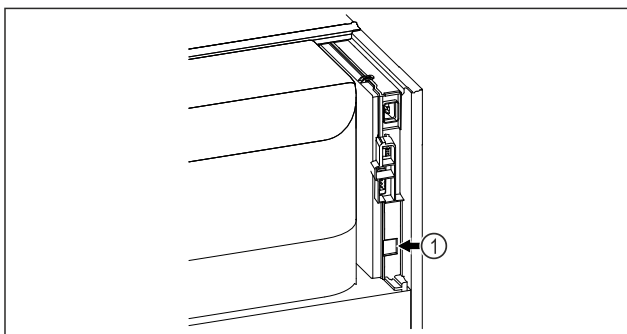

Fig. 90
- Използва се SmartModule Fig. 90 (1).